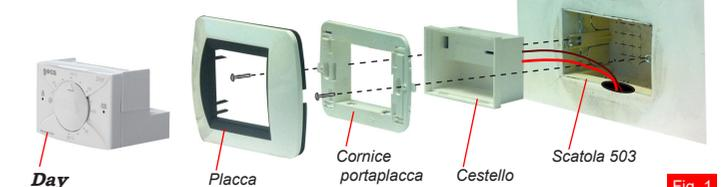

Fig. 1
**Day** dev'essere montato direttamente nella scatola da incasso 3 moduli (scatola 503) (Fig. 1).